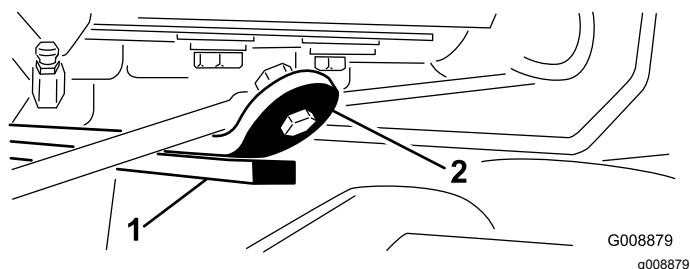

Bild 14
3. Lassen Sie den Motor an, heben die Mähwerke an und prüfen, ob der Abstand zwischen der Abnutzungsleiste an der Oberseite des Heckmähwerks und der Stoßstangenstreifen zwischen 0,51 und 2,54 mm liegt (Bild 14).